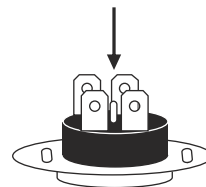

Рис. 7
- нажать до щелчка кнопку, расположенную по центру термовыключателя рис. 7;